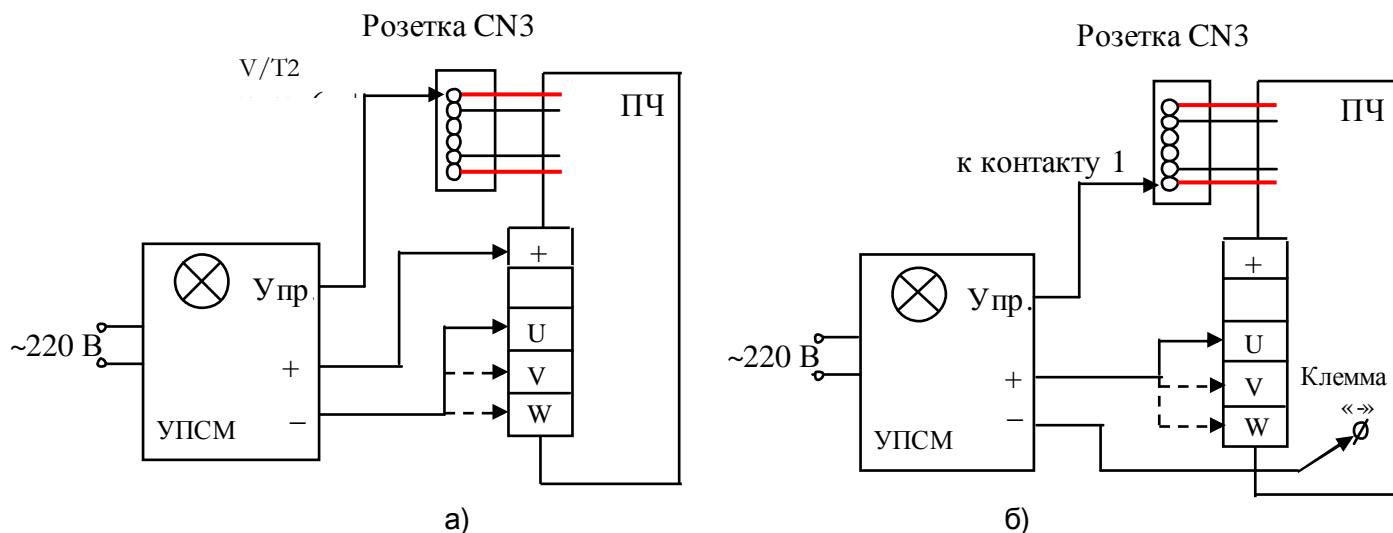

Рис.4.14. Схема проверки цепей управления выходных IGBT - модулей.
4.8.5.3. Собрать схему как показано на рис.4.14 б. Подать питание 220 В на УПСМ. Лампочка L1 светиться не должна. Замкнуть тумблер К1, лампочка должна засветиться. Разомкнуть тумблер К1, лампочка должна погаснуть. В этом случае модуль считается исправным.